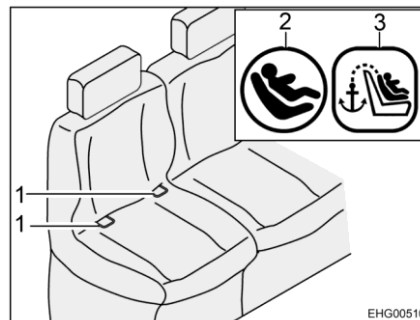
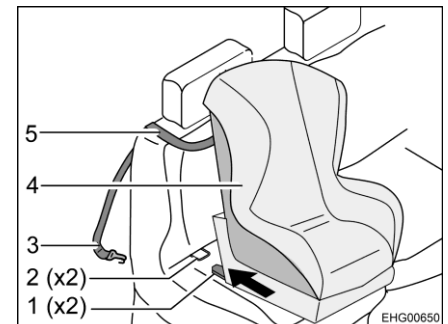

Fig. 10 Siège avec Isofix
Fig. 11 Fixation avec Top-Tether
- Faire passer la sangle Top-Tether (Fig. 11,5) sur le coussin de dossier (entre l'appuie-tête et le renvoi de la ceinture de sécurité).
- Accrocher le crochet de fixation (Fig. 11,3) au point d'ancrage en face arrière du siège.
- Encliqueter les bras d'encliquetage (Fig. 11,1) dans les étriers de fixation (Fig. 10,1 et Fig. 11,2). Un cliquetis clair doit être entendu.
- Vérifiez à l'aide d'une forte secousse si le siège pour enfant (Fig. 11,4) est bien installé.